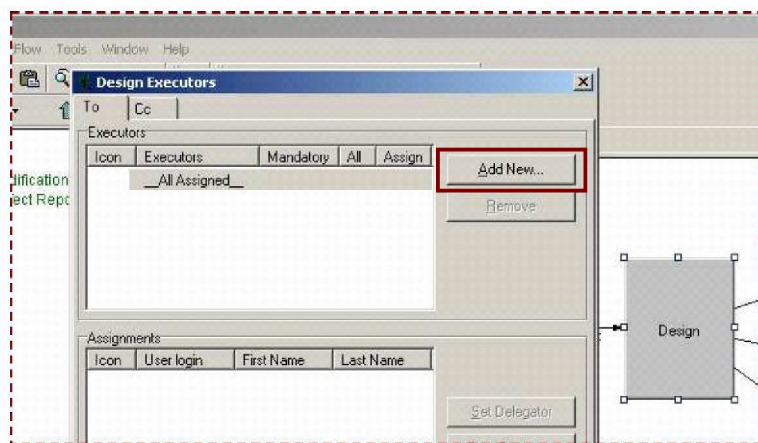

Рис.56. Диалоговое окно «Design Executors»
- В диалоговом окне «Design Executors» нажмите «Add New» (рис. 56).